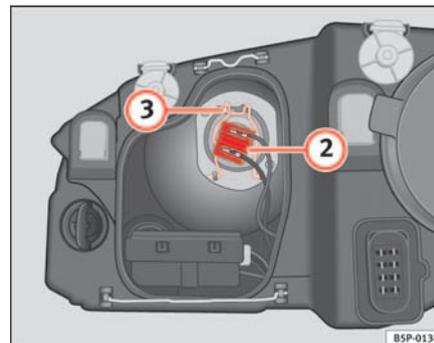

Fig. 182 Feux de croisement
- Retirez le connecteur ⇒ page 266, fig. 182 ② de la lampe.
- Décrochez le ressort entrebâilleur ⇒ page 266, fig. 182 ③ en le pressant vers l'intérieur et vers la droite.